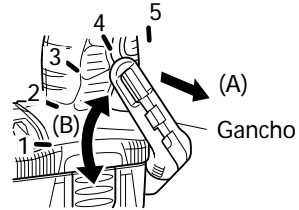

Fig. 5
- (1) Operación del gancho
(a) Extraiga el gancho hacia sí en la dirección de la flecha (A) y gírelo en la dirección de la flecha (B) (Fig. 5).